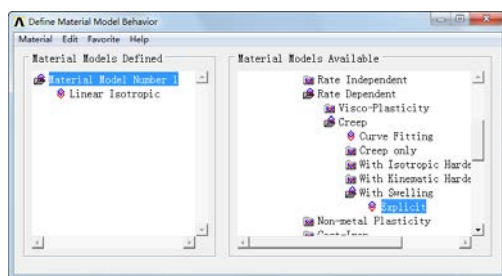
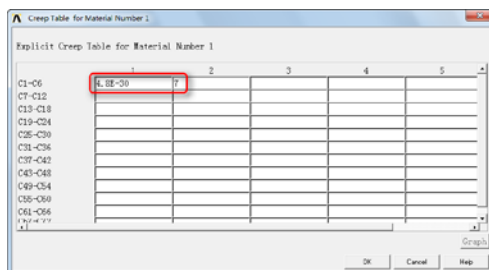

图 9-25 定义蠕变材料属性的路径
图 9-26 定义蠕变材料属性
⑤定义蠕变材料性质：在 Material Models Available 栏目中连续单击 Structural > Nonlinear > Inelastic > Rate Dependent > Creep > With Swelling > Explicit，如图 9-25 所示，弹出如图 9-26 所示的“Creep Table for Material Number 1”对话框，在左上角第一项输入“4.8E-30”，第二项输入 7，单击“OK”按钮。最后在“Define Material Model Behavior”对话框中，选择菜单路径 Material > Exit，退出材料定义窗口。